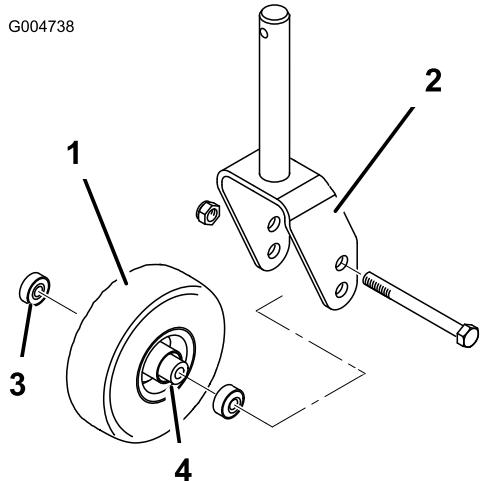
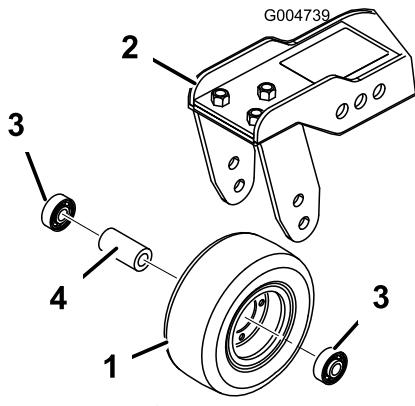

Figura 85
Figura 86
- Togliete il dado di bloccaggio dal bullone che fissa il gruppo ruota orientabile alla forcella (Figura 85) o al braccio di rotazione (Figura 86). Afferrate la ruota orientabile ed estraete la vite a testa cilindrica dalla forcella o dal braccio di rotazione.
- Togliete il cuscinetto dal mozzo della ruota e lasciate cadere il distanziale del cuscinetto (Figura 85 e Figura 86). Togliete il cuscinetto dalla parte opposta del mozzo della ruota.